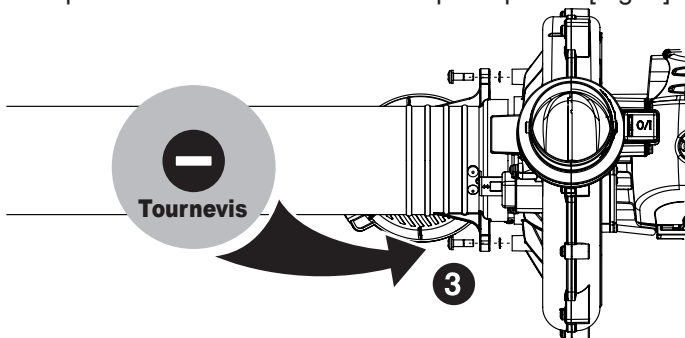

Fig. 6
4. Serrez les vis du tube supérieur pour le verrouiller sur le carter du souffleur. Assurez-vous que le contact métallique du tube d'aspiration est inséré dans l'interrupteur positif. [Fig. 6]